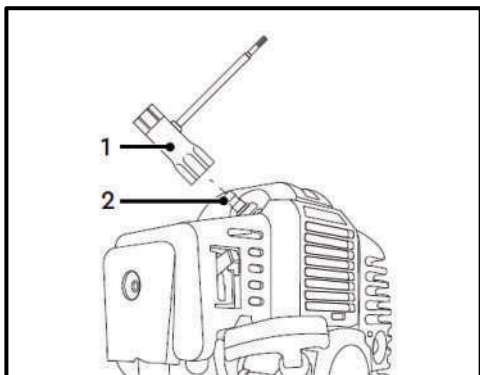

Рис. 51
- Ключем (1) (19 мм) викрутіть свічку запалювання (2) (Рис. 51);
- Після обслуговування свічки запалювання (2) встановіть її у відповідний отвір мотокоши та затягніть свічку ключем (1) (19 мм) (Рис. 51).